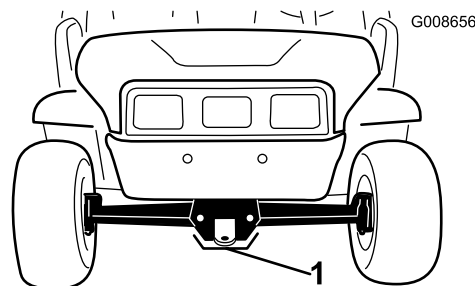

図 22
- ・ 車両前部のジャッキアップポイントは、牽引トングの後ろのフレーム前部です [図 22]。